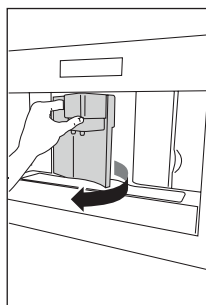
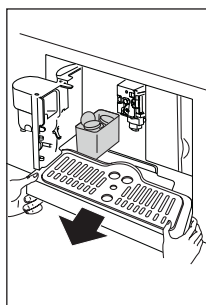

Fig. 23
Fig. 24
- ▶ Abra la puerta de servicio situada en la parte frontal del aparato (Fig. 23), extraiga la bandeja de goteo (Fig. 24) y limpie.